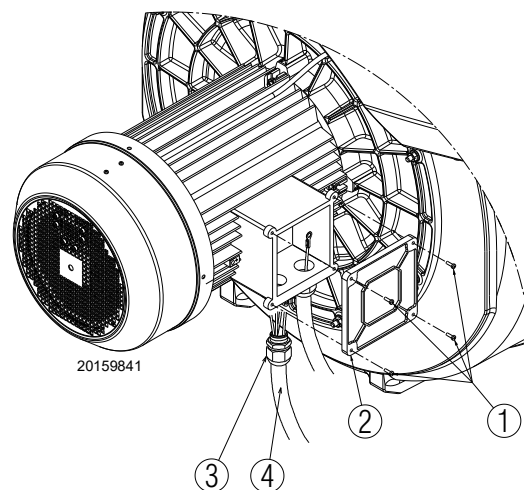

Fig. 31
- Pour accéder au carter du moteur, desserrer les quatre vis 1) (Fig. 31) et retirer le couvercle 2).
- Effectuer une dernière vérification visuelle, puis fermer le carter du moteur en serrant les 4 vis 1) (Fig. 31).